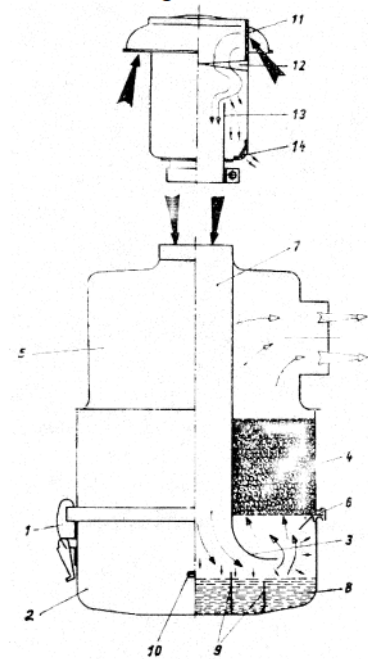

Bild 45
Der Reinheitsgrad der Ansaugluft beeinflusst entscheidend den Verschleiß des Motors. Die einwandfreie Funktion des Ölbadluftfilters ist zu gewährleisten. Der Ölbehälter ist mit dem der Jahreszeit entsprechenden Motorenöl (siehe Kapitel 13.) bis zur Ölstandsmarke zu füllen. Der Ölstand ist nach 500 km zu kontrollieren. Alle 5000 km ist eine Reinigung des Ölbadluftfilters (Bild 45) erforderlich, bei starkem Staubanfall in kürzeren Zeitabständen.
Die Ölverschmutzung ist in regelmäßigen Intervallen durch Abnahme des Ölbehälters (Bild 45/2) zu kontrollieren. Sollte es sich dabei zeigen, dass der innere Ring frei von Öl ist oder dass das Öl bis etwa 1 cm unter der Ölstandsmarke (Bild 45/10) steht, so ist das normal. Fällt der Ölstand konstant weiter, also tiefer als etwa 1 cm unter die Ölstandsmarke, so liegt ein Ölverbrauch und damit eine Funktionsstörung des Ölbadluftfilters vor. In diesem Falle ist der gesamte Ölbadluftfilter zu reinigen (siehe Punkt 2. Reinigung) und wieder in Betrieb zu nehmen. Sollte wiederum Öl verbraucht werden, so kann das folgende Ursachen haben:
- Filtereinsatz (Bild 45/4) beschädigt,
- a) Nach dem Lösen der Spannverschlüsse (Bild 45/1) wird der Ölbehälter abgenommen, das verschmutzte Öl entfernt und der Ölbehälter mit Waschbenzin ausgewaschen.
- b) Durch eine kurze Linksdrehung des Patronentellers (Bild 45/3) wird dessen Bajonettverschluss gelöst. Der Patronenteller kann abgenommen und der Filtereinsatz (Bild 45/4) aus dem Filtergehäuse (Bild 45/5) nach unten herausgezogen werden. Der Filtereinsatz ist nur mit ölfreiem Waschbenzin auszuwaschen und muß anschließend unbedingt getrocknet werden, da sonst beim Anlassen des Motors zu schweren Motorschäden kommen kann. Der Filtereinsatz darf nicht mit Tri-, Tetra- oder Waschpulverlösung ausgewaschen werden. Die Verwendung von Dieseldieselkraftstoff zum Auswaschen des Filtereinsatzes ist nicht statthaft.
- e) Anschließend ist der trockene Filtereinsatz in das trockene Filtergehäuse einzusetzen. Nach der Kontrolle des Dichtringes (Bild 45/6) auf einwandfreie Beschaffenheit und Abdichtung ist der Patronenteller durch Einrenken des Bajonettverschlusses wieder am Filtergehäuse zu befestigen.
Bei der Reinigung des Ölbadluftfilters ist auch der Axialzyklon zu reinigen. Vom Staubauswurfschlitz (Bild 45/14) sind mit einem weichen Gegenstand (Holz oder ähnlichem) die Verunreinigungen (Fasern, Spreu usw.) zu entfernen. Hierbei ist zu beachten, dass der Staubauswurfschlitz nicht deformiert wird, da sonst die Zyklonwirkung stark absinkt. Durch leichtes Abklopfen mit der Handfläche wird der lose angehaftete Staub entfernt und der Zyklon danach mit ölfreiem Waschbenzin ausgespült und getrocknet.